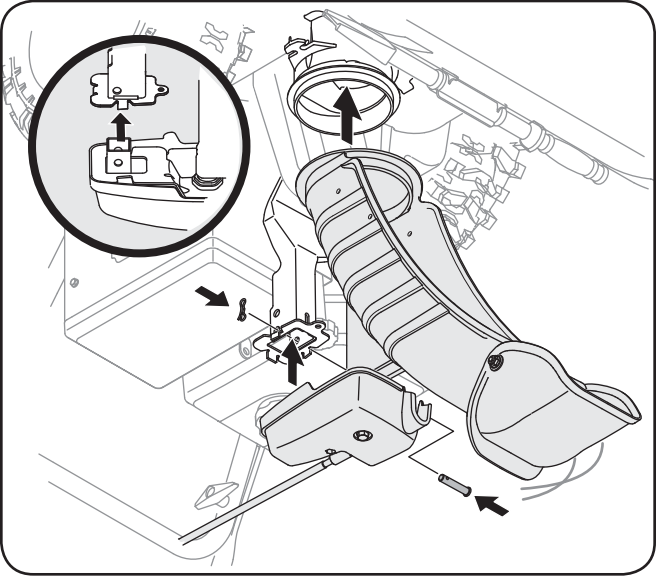

Figure 3-5
3. Positionnez la goulotte sur sa base, la tige de commande de la goulotte placée sous le panneau de bord. Maintenez la commande de la goulotte sur son support avec la goupille fendue et la goupille papillon retirées au paragraphe 1. Voir la Figure 3-5.